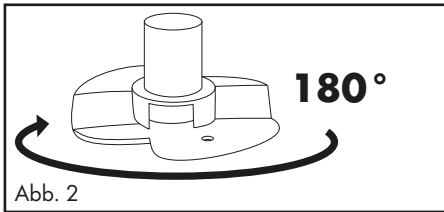
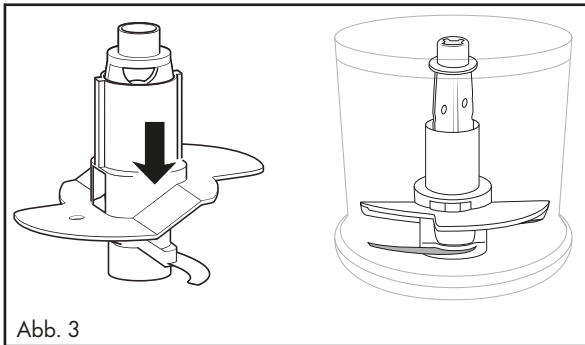

Abb. 2
Abb. 3
- Für 200 ml Sahne drehen Sie die Emulgierscheibe **10** horizontal um 180° (Abb. 2), so dass diese nur noch auf einem Messer **7** aufliegt und einrastet (Abb. 3). Sie pflügt dann höher durch die Sahne: